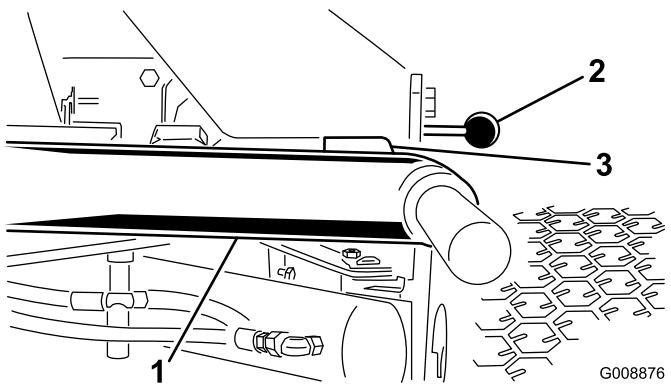

Figura 25
1. Avviate il motore, sollevate i bracci di sollevamento e verificate che il gioco tra ogni braccio di sollevamento e la staffa della piastra di appoggio sia di 5-8 mm (Figura 25).